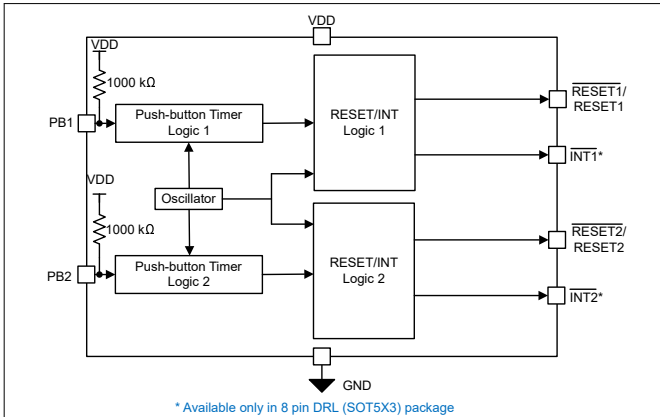
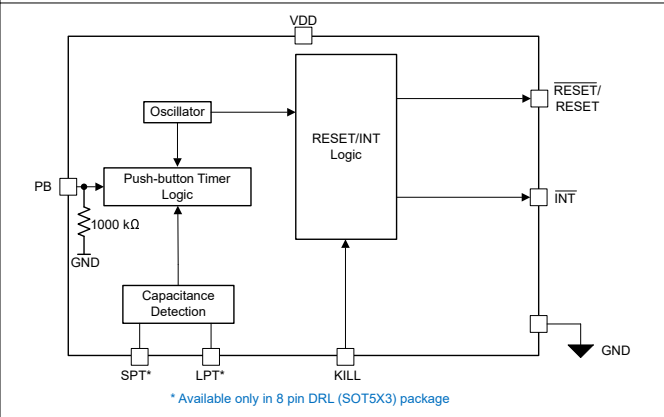

图 7-1. TPS3423 方框图
图 7-4. TPS3424 方框图
TPS3423 和 TPS3424 的按钮输入 (PB) 支持低电平有效和高电平有效配置，如表 7-1 至图 7-1 所示图 7-4。